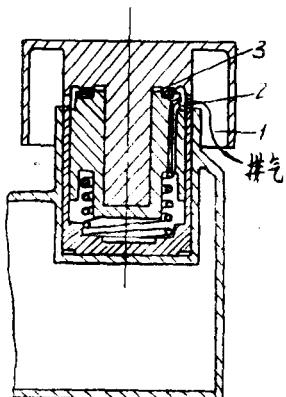
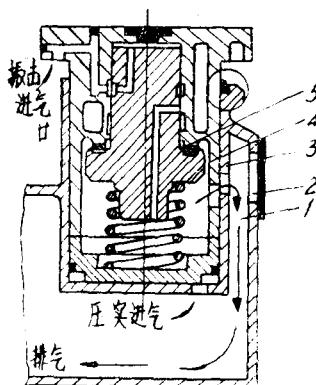

图2-3a 老式撞击机构
图2-3b ARPA造型机的撞击机构
(1) 老式的振动机构中，振动工作台是在砧铁里导向见图2-3a，而ARPA的振动机
构中振击工作台直接在坚固的机架上导向见图2-3b。
(2) 老式的撞击机构中, 撞击面和缓冲垫图2-3a中3只有钟罩图2-3a中1保护, 在机器上部, 直接与外界相通。而ARPA造型机的撞击机构中, 撞击面在造型机机体里面见图2-3b中5), 不是直接与外界相通。
(3) 老式撞击机构的排气是直接排到大气中见图2-3a, ARPA 撞击机构排气是排在机体内部空腔里见图2-3b。
（2）由于振击机构在机体内部，与旧结构相比，现在只留下一个外部密封面，而该密封面又采用了一个刮尘圈见图 2-3b，防止了砂子侵入，所以减少了零件的磨损，降低了设备维修的要求。例如在一个自动化造型车间，使用此种机器，造了五十万个铸型，相当于设备两班运转一年，还难于发现设备的磨损。